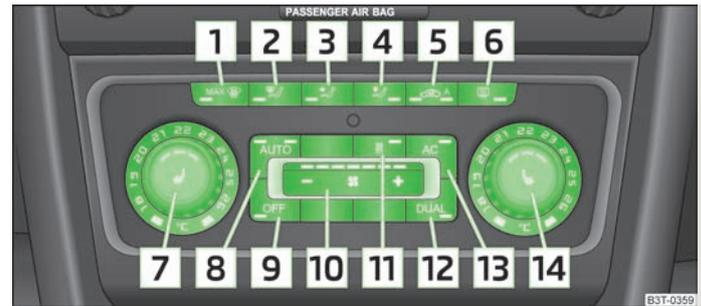

Fig. 109 Climatronic: Comandi
- > Premere il tasto (AUTO) » fig. 109.
- Quando il parabrezza si appanna, premere il tasto  **1** » fig. 109. Quando il parabrezza è di nuovo libero da condensa, premere il tasto **AUTO**.
➤ Premere il tasto  » fig. 109 .
➤ Premere il tasto   » fig. 109 .